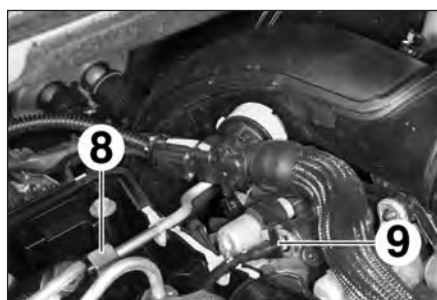

FIG.45
- le raccord haute pression de carburant (8) de la rampe d'injection (Fig.45),
- le raccord basse pression (9) en tirant le verrou vers l'arrière,